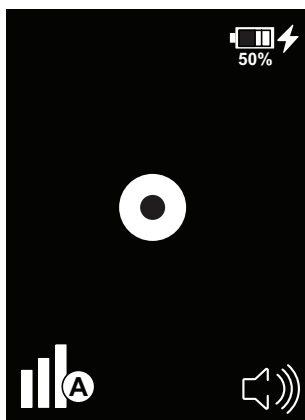

Fig. 20: Affichage de l'état stable lorsque le chargeur est branché
- Lorsque le détecteur de fuites est éteint et que le chargeur est connecté, l'écran affiche l'état de charge (voir Fig. 20). Charger le détecteur de fuites jusqu'à ce que l'écran affiche 100%.